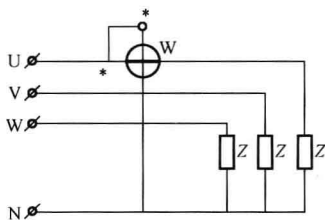
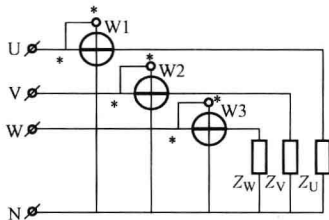

图 1-17 一表法
图 1-19 三表法
6) 测量三相负载时,有三种接法,即一表法、二表法和三表法,分别如图 1-17~图 1-19 所示。